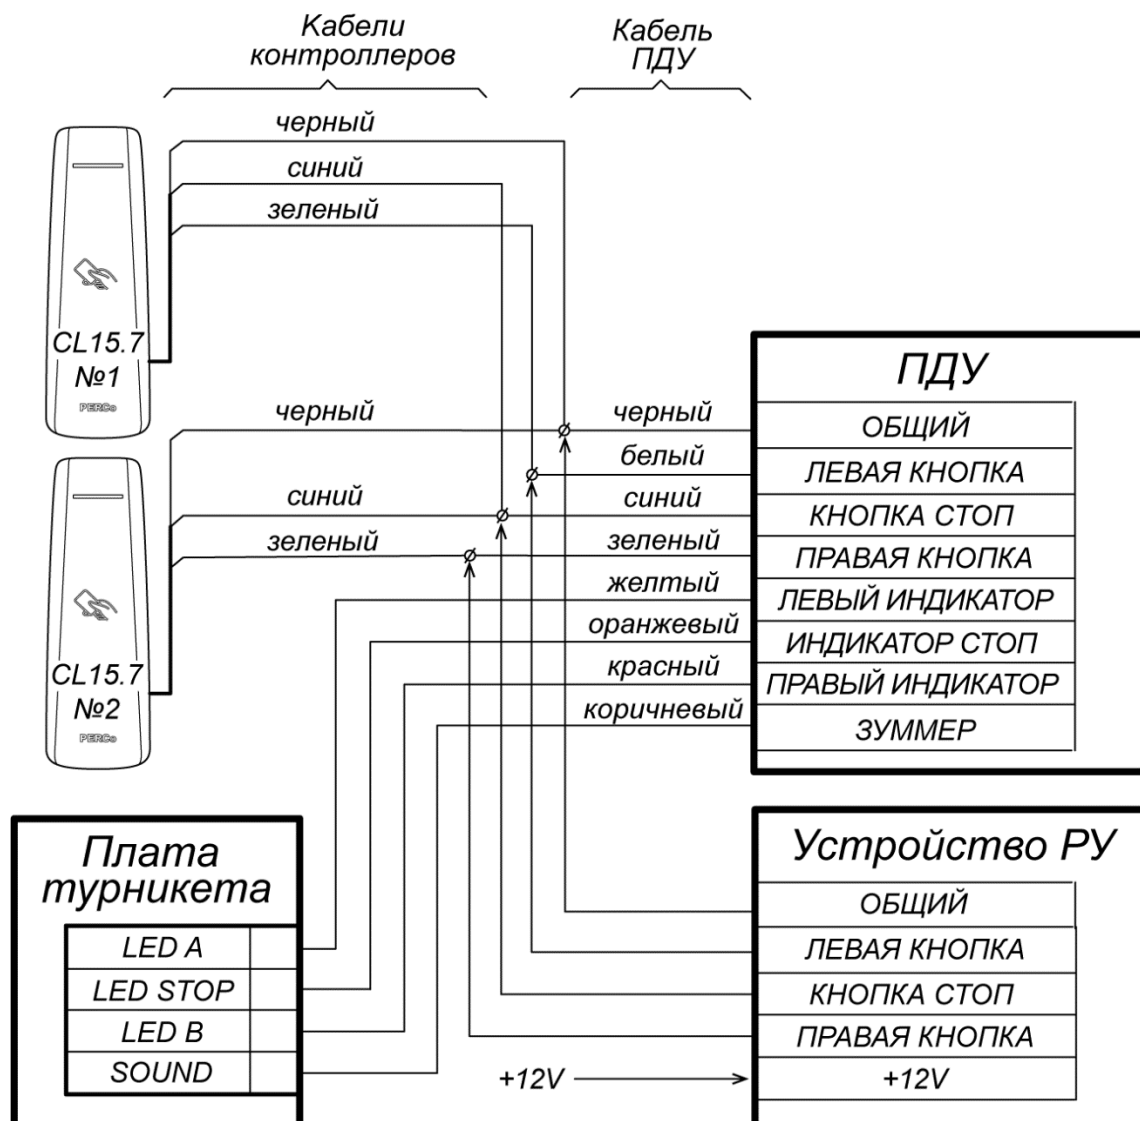

Рисунок 9. Схема подключения ПДУ и устройства РУ
2. ПДУ (или устройство РУ) подключается согласно схеме, представленной на рис. 9.
При совместной работе двух контроллеров обеспечивается возможность подключения ПДУ для управления турникетом или калиткой. Для подключения ПДУ используются по 2 входа на каждом контроллере: **DU** и **In** (подключение осуществляется согласно схеме на рис. 9, при этом входы **In** обоих контроллеров д.б. сконфигурированы в Web-интерфейсе контроллера как **Кнопка ПДУ, направление 3**). Управление индикацией ПДУ (**Индикаторы Левый/Стоп/Правый и Зуммер**) возможно только для ИУ производства PERCo, при этом подключение осуществляется к соответствующим выходам платы CLB – см. схемы подключения ПДУ для соответствующих ИУ.